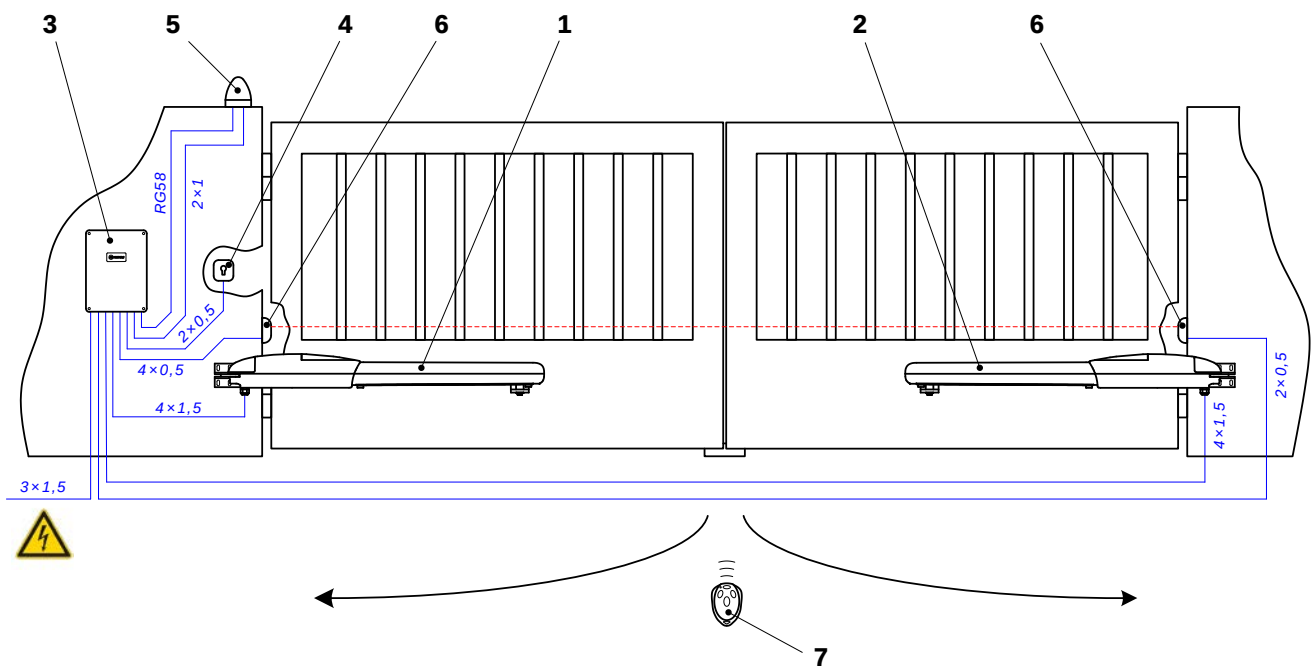

Рисунок 3. Типовая схема автоматизации двухстворчатых распашных ворот (открытие ворот внутрь)
- определите место, в которое будет установлен каждый компонент приводной системы (Рисунок 3). Привода и блок управления должны быть смонтированы на внутренней стороне ворот. Места установки устройств управления определите вместе с пользователем;
- проложите в соответствии с действующими нормами кабели до мест, где предусмотрена установка различных компонентов. На примере типовой схемы (Рисунок 3) рекомендуется использовать кабели длиной не более 20 метров;